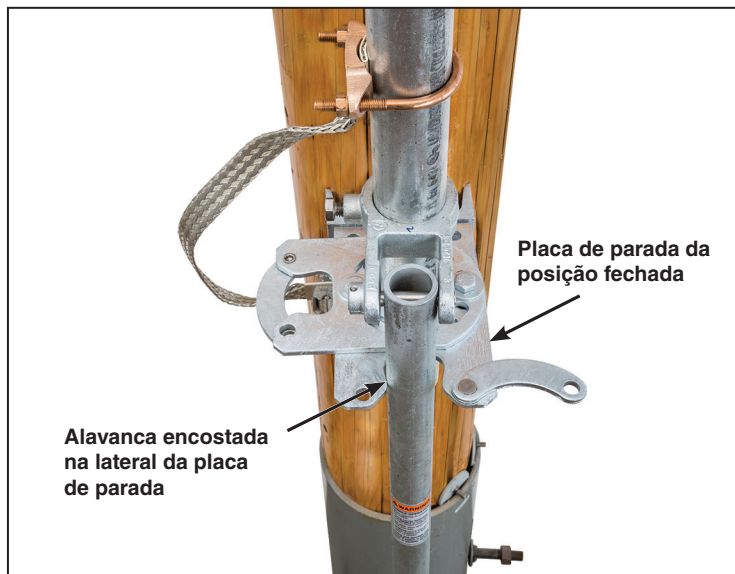
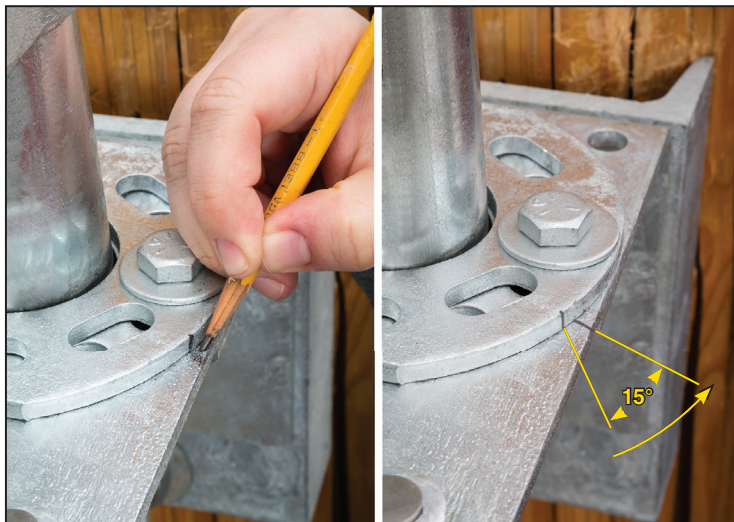

Figura 36. Ajuste da placa de parada da posição Fechada.
Figura 37. Marcações na placa de parada da posição fechada.
- (b) Os furos das placas de parada tem formato oblongo para permitir espaço para ajustes. Posicione a alavanca de operação na placa de parada e movimente-a até seu limite de excursão na posição **Fechada** (o padrão é no sentido antihorário em chaves usando o mecanismo de operação rotatório). A alavanca deve fazer pressão contra a borda da placa de parada. Ver Figura 36. Faça uma marca na posição da placa de parada da posição fechada. Ver Figura 37 (lado esquerdo).
- (c) Levante a alavanca de sua posição e gire a placa de parada, em sentido antihorário, da posição fechada em 15 graus adicionais a partir da marca. Ver Figura 37 (lado direito). Assegure-se que a placa de parada da posição aberta fique alinhada com a marca feita previamente no Passo 35. Dê um aperto na placa de parada usando torque de 40 ft-lbs (54,23 Nm).